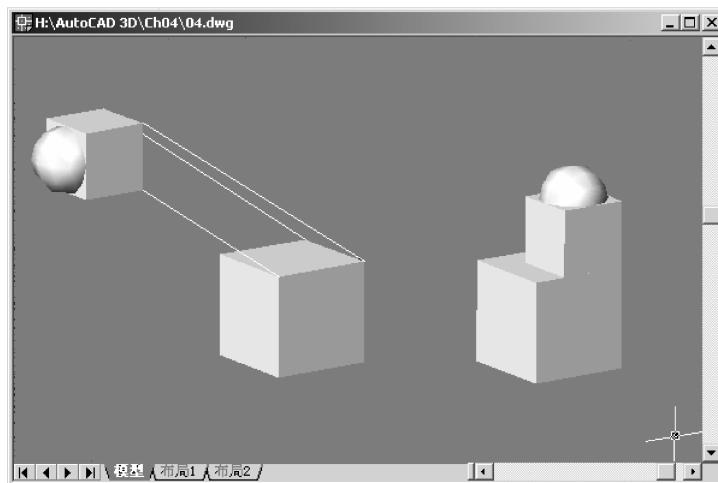

图 4-21 使用“三对点”方式对齐
(3) “三对点”方式，即依次指定第一个源点和第一个目标点、第二个源点和第二个目标点、第三个源点和第三个目标点。AutoCAD 将首先根据第一个源点到第一个目标点之间的矢量将指定对象进行平移；然后以第一个目标点为基点旋转指定对象，使三个源点所在平面与三个目标点所在平面重合。例如，对于图 4-21 中左侧的两个三维对象，如果分别以图中三条直线的端点作为对齐的源点和目标点，则对齐的结果将如图中右侧所示。